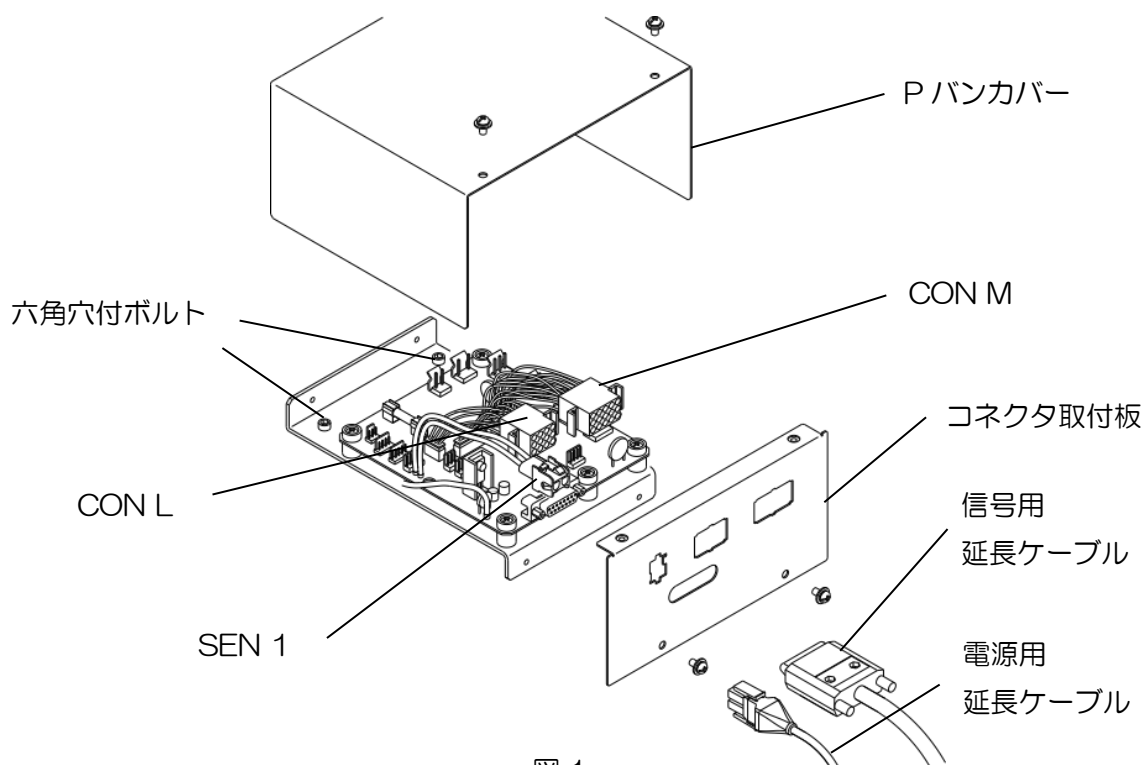
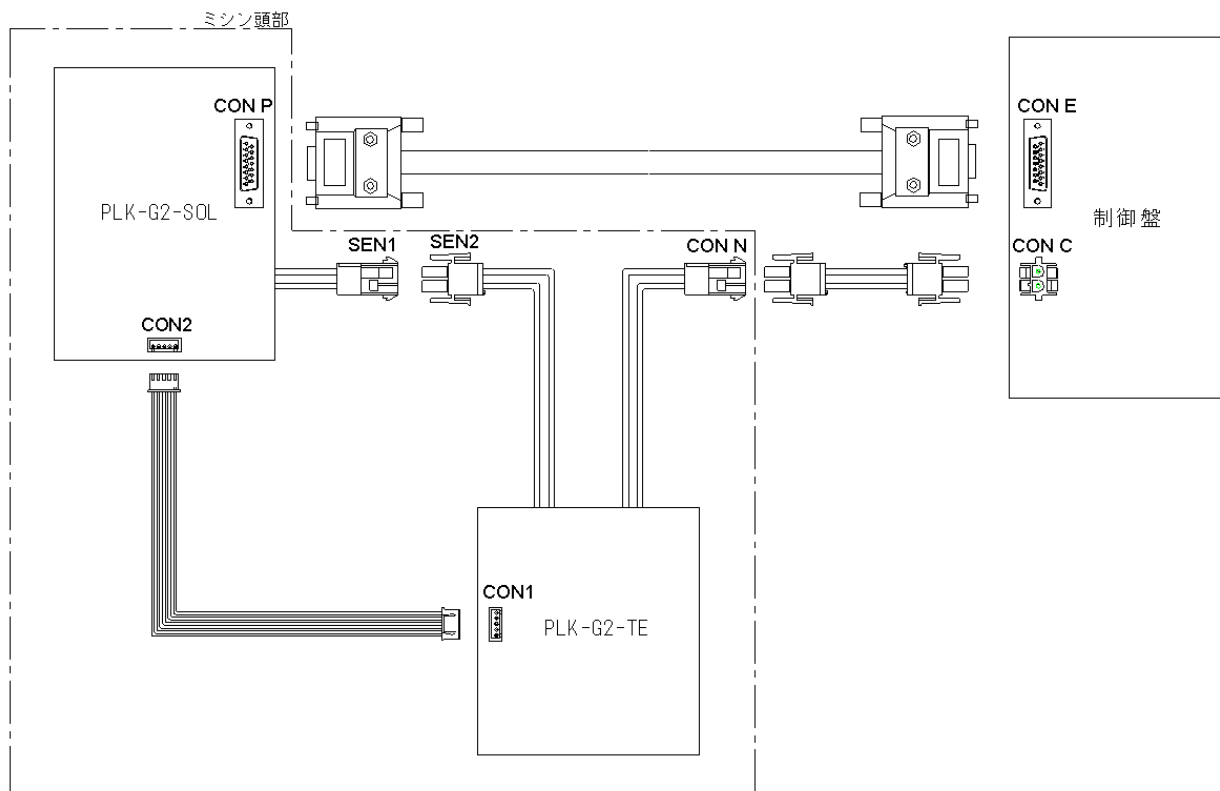

図1
図 2
- (1) 電源を切ります。
- (2) 図1のPバンカバーを外します(このPバンカバーはI/O 拡張ユニット取付後では使用しません)。
- (3) 電源用および信号用延長ケーブルをコネクタから抜きます。
- (4) コネクタ取付板を外します(このコネクタ取付板はI/O 拡張ユニット取付後では使用しません)。
- (5) コネクタ取付板からコネクタ「SEN 1」「CON L」「CON M」を外します。
- (6) 図2に示す六角穴付ボルト2本を外します。
- (9) Fig.No.102 コネクタ取付板に図2に示すI/O 拡張ユニットのコネクタ「CON N」をはめます。